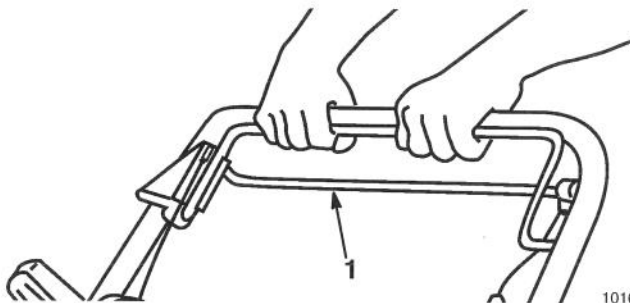

Figure 16
2. Pour débrayer le système d'autopropulsion, relâcher la barre de commande (Fig. 16).